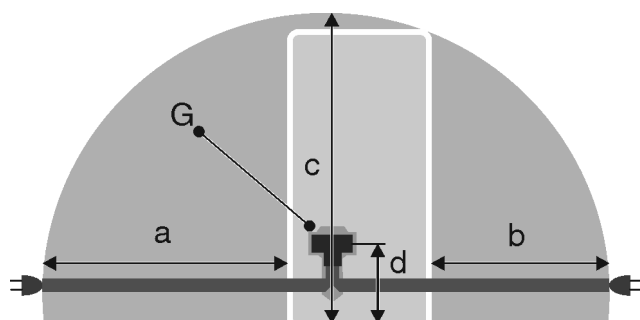

Fig. 25
- De contactdoos bevindt zich buiten het bereik van de achterzijde van het apparaat in het desbetreffende gedeelte Fig. 25 (a, b, c).
- ▶ Breng de apparaatstekker Fig. 25 (G) aan de achterzijde van het apparaat aan. Let op het correct vastklikken.